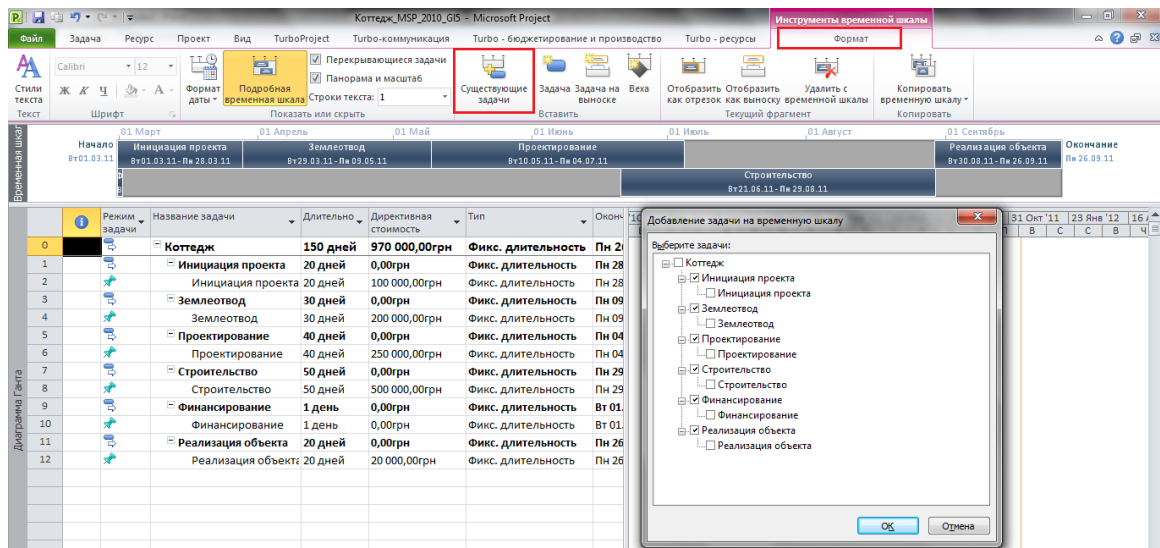

Рисунок 5.19 Добавление задач на временную шкалу через закладку «Формат»
- Щелкнуть левой кнопкой мыши на временной шкале, перейти на закладку «Формат», Рисунок 5.19.